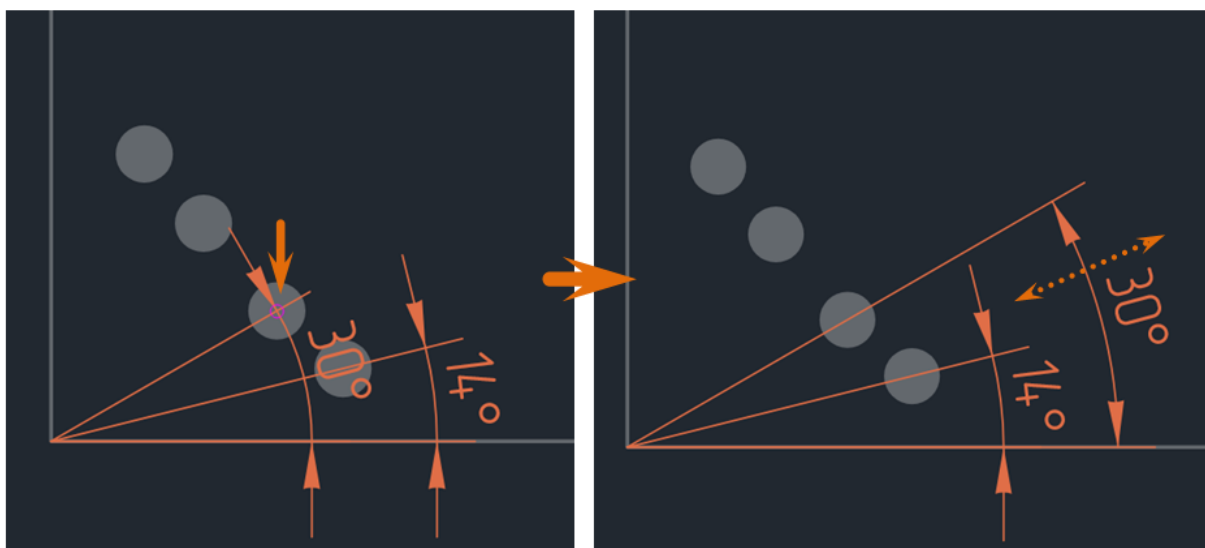

Рис. 475 Размещение угловой размерной линии от общей базы. Второй размер
6. Перемещайте курсор и установите точку размещения второй выносной линии для следующего размера, первая выносная линия будет зафиксирована в общей базе размерной линии. Установите длину и направление выносных линий, см. Рис. 475.